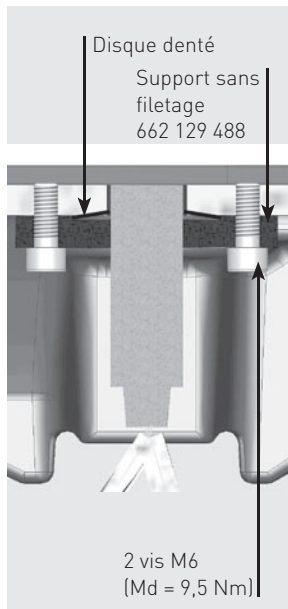

Figure 8.1
- Uniquement pour post-équipement ou lorsque le verrou est usé : Démontez le vieux verrou et montez le nouveau (voir chap. 8.3, pos. 1 – 662 131 115), comme décrit dans les instructions de réparation (voir mode d'emploi SK-S 36.20, chapitre 7). Information : Le verrou 662 131 115 doit être utilisé aussi bien pour la version « pratiquement sans entretien » que pour celle « graissée standard ». En cas d'utilisation sur une sellette graissée, il n'est pas nécessaire de raccorder le conduit de graissage au verrou.
- Visser le capteur ZSZ (bleu) sur la pièce de verrouillage avec les vis microencapsulées correspondantes (2x M4, couple de serrage : 2,0 Nm). Important : Le câble allant du capteur SH (gris) au capteur ZSZ (bleu) doit être posé sous le verrou (le long du plateau de sellette). (Voir fig. 8.1).